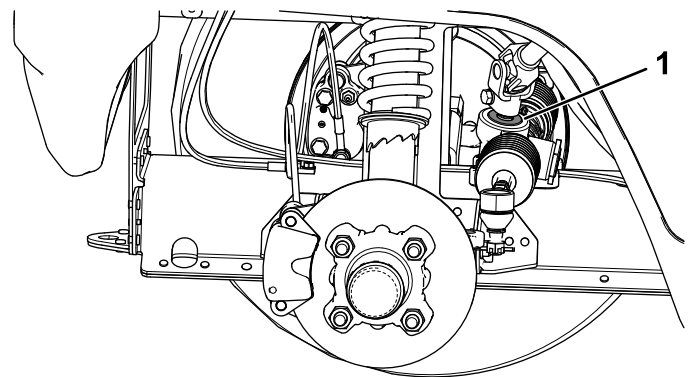

Figure 49
**Important:** Vérifiez l'état et la fixation du joint de l'arbre de pignon (Figure 49).